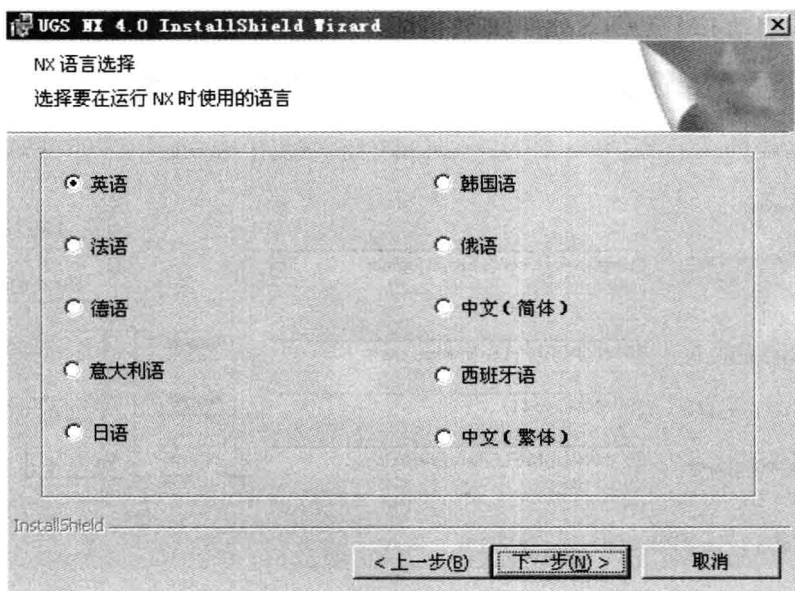

图 1.2.13 选择安装语言
(4) 单击“下一步”按钮,弹出如图 1.2.13 所示“选择软件语言”对话框。选择“中文(简体)”后,单击“下一步”按钮,再单击“安装”,即进行 UGS NX 4.0 的安装工作。